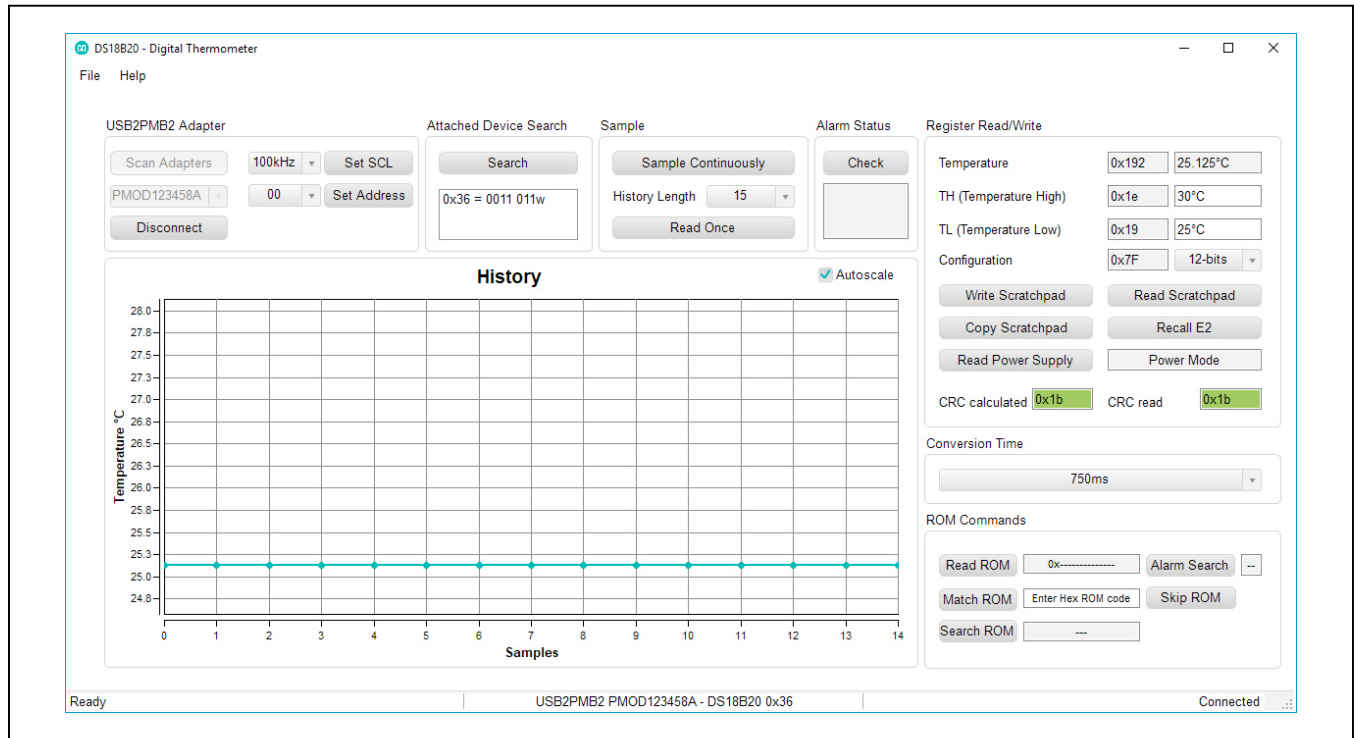

Figure 1. DS18B20 EV System Main Window
5. Open the EV system GUI, DS18B20EVKit.exe (Figure 1).